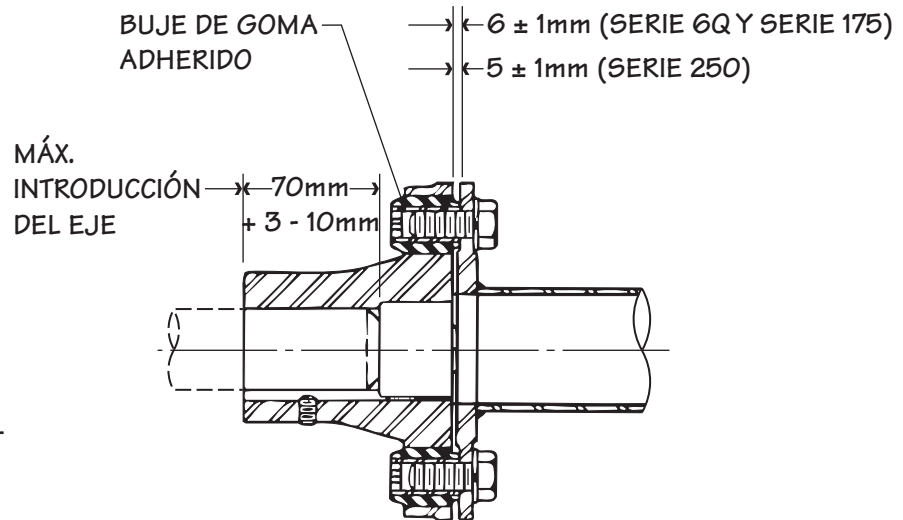

Figura 4
Fíjese en la coincidencia de los números de las bridas del eje motriz y quite los yugos. Recubra el eje del motor y del Geareducer con "Thred-Gard" (Crane Packing Co.) o un lubricante similar. Introduzca la cuña hasta la mitad en los ejes del motor y del Geareducer, instale entonces los yugos como se muestra en la Figura 4. Utilice un martillo de goma o un bloque de madera cuando golpee los yugos para evitar que se dañen. Apriete cada prisionero de yugo contra la cuña.
Alinee los números coincidentes en la tubería y las bridas del yugo y atornille el conjunto de brida y tubería al yugo del Geareducer mientras que apoya el extremo del motor del conjunto de brida y tubería. Apriete progresivamente hasta obtener un par de apriete de 82 N·m. Deslice el motor de modo tal que el yugo del motor pueda atornillarse al conjunto de brida y tubería sin empujar o tirar de los bujes. Alinee los números coincidentes y atornille el yugo del motor al conjunto de brida y tubería. Apriete progresivamente hasta obtener un par de apriete de 82 N·m. La distancia entre la tubería y las bridas del yugo debe ser la que se muestra en la Figura 4.
Alinee el eje motriz hasta que la lectura total del indicador en cada extremo no exceda de 0.005" (0.13 mm). Apriete todos los pernos de montaje del motor y del Geareducer, y compruebe de nuevo la alineación. Mantenga la holgura entre la cara de la brida y la cara del yugo como se muestra en la Figura 4.
8. Si el motor se movió hacia atrás para permitir la extracción del conjunto de tubería y brida, ponga el motor en su posición original, asegurándose de que se mantenga el espaciado entre bridas. Vea la Figura 4. Apriete los pernos de máquina de $\frac{5}{8}$ " o los tornillos de cabeza hexagonal hasta obtener un par de apriete de 82 N·m. Para los ejes motrices de la Serie 6Q y la Serie 175, utilice una llave Allen para evitar que el buje gire en su alojamiento. Compruebe de nuevo la alineación del eje motriz y apriete los pernos de montaje del motor.